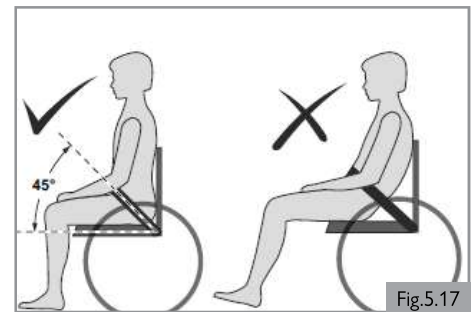

Fig. 5.17
3. Por lo general, el cinturón de dos puntos debe fijarse de forma que las correas se sitúen en un ángulo aproximado de 45° (Fig. 5.17), y, cuando esté correctamente ajustado, no debe permitir que el usuario resbale en el asiento.